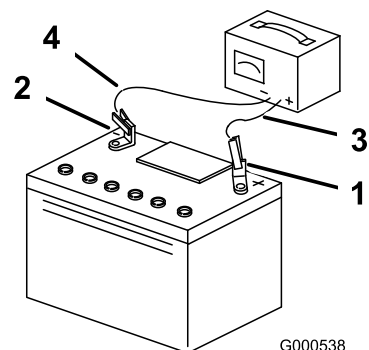

図 48
3. 充電が終わったら、チャージャのプラグをコンセントから抜いてから、チャージャのリード線をバッテリー端子から外す 図 48。